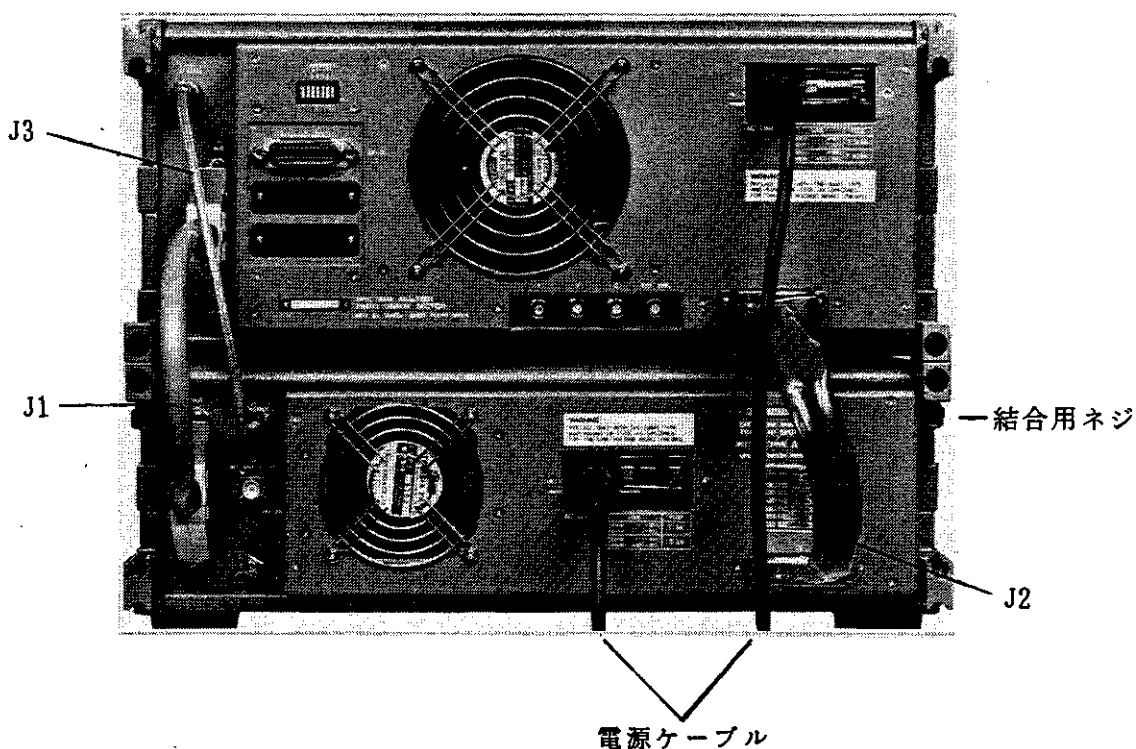

図 2-2 結合用ケーブルと電源ケーブルの接続
- ⑤ 表示部と入力部の背面には、それぞれ3つのコネクタ、**J1**、**J2**、**J3**があります。**J1**と**J1**、**J2**と**J2**、**J3**と**J3**をそれぞれ専用の結合用ケーブルで接続して下さい(図2-2参照)。
- ⑥ **J1**はストッパで、**J2**は固定用ねじで、それぞれのケーブルを固定して下さい。
- ① 本器の入力部正面パネルの**POWER**スイッチが**STANDBY**に設定されていることを確認して下さい。
- ② 表示部と入力部、それぞれの背面に1ケずつ**AC LINE**コネクタがあります(図2-2参照)。付属の電源ケーブルの凹側をそれぞれの**AC LINE**コネクタに接続して下さい。
(2) 電源ケーブルについて